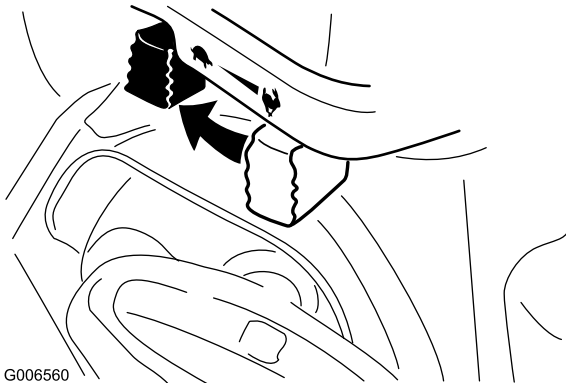

Bild 31
1. Schieben Sie die Gasbedienung in die Langsam-Stellung und dann in die Anhalten-Stellung (Bild 31).